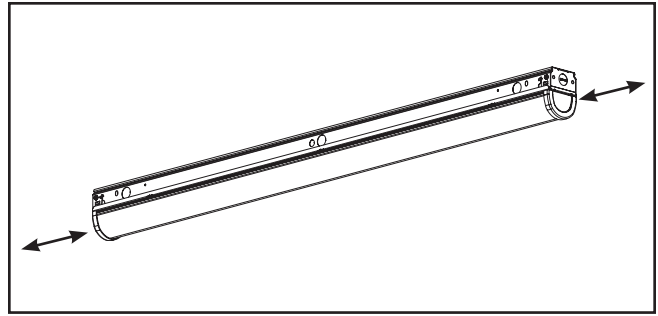

Figura 4.
4. Compruebe que el borde de la lente esté asegurado en todos los (8) ocho ganchos por cada sección de 4 pies (1,21 m).
5. Centre la lente de la luminaria según sea necesario. (Figura 4.)